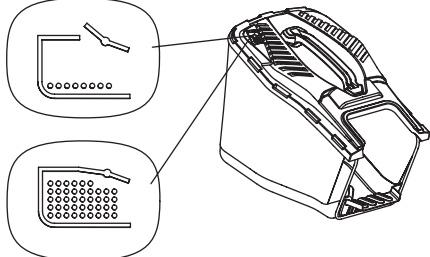

Рис. 12 Положение индикатора травосборника
7. На травосборнике газонокосилки установлен индикатор заполнения. Пока травосборник не заполнен, индикатор при работе газонокосилки будет находиться в вертикальном положении. При заполненном травосборнике индикатор будет находиться в горизонтальном положении (Рис. 12).